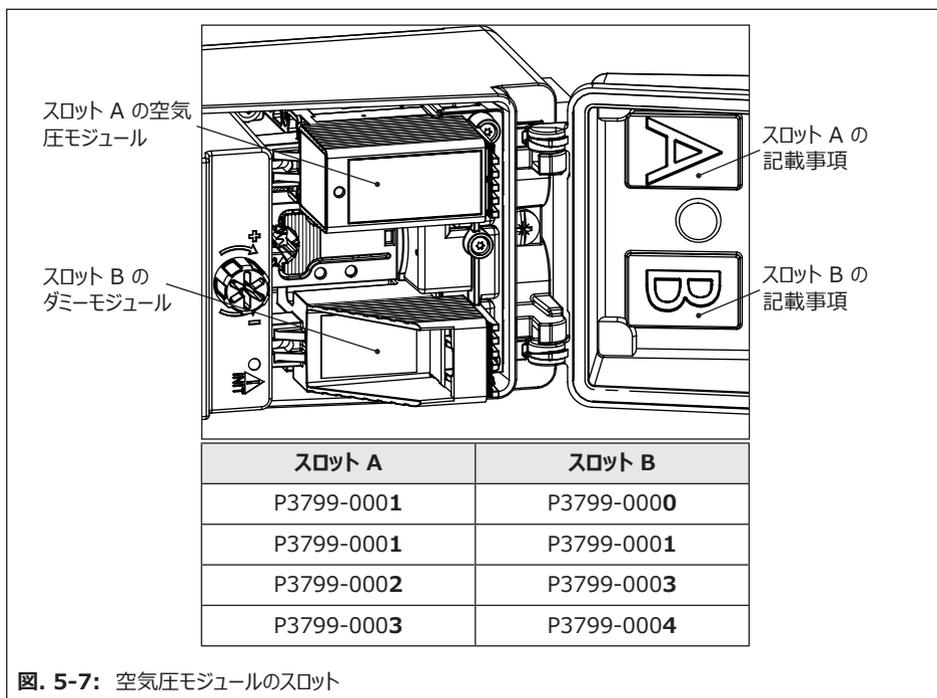

図. 5-7: 空気圧モジュールのスロット
ポジションには空気圧モジュール用の 2 つの slots があります (図. 5-7 を参照)。
1. 図. 5-7 に指定された、空気圧モジュールの可能な組み合わせに従ってください。